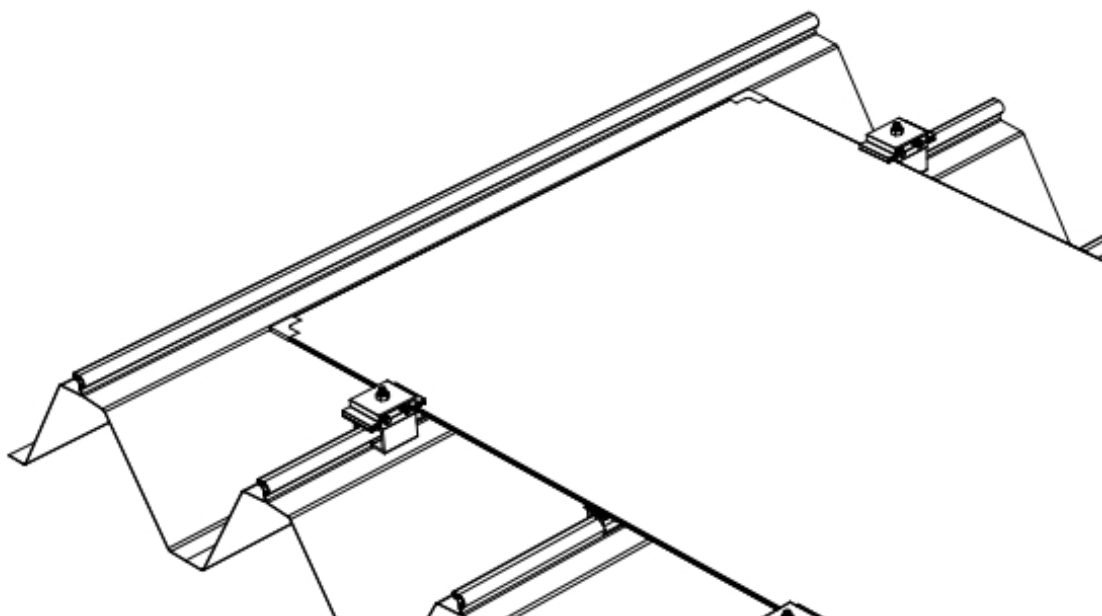

図 10
- 横向の 2 列目のクランプベースにクランプカバーを取り付け、M8 ナットワッシャーで締め付けてください (図 10)。